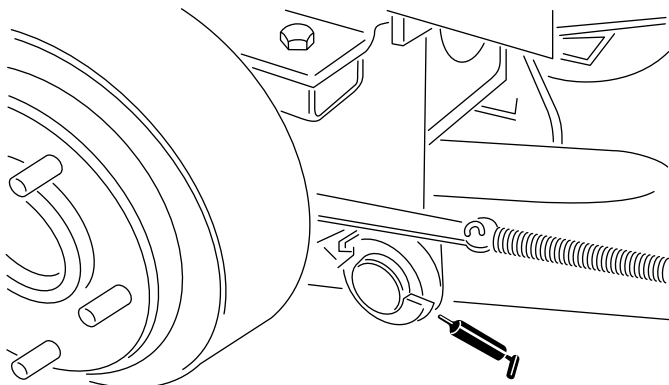

Figura 18
- Perna dei bracci di sollevamento, posteriori (2) (Figura 18)